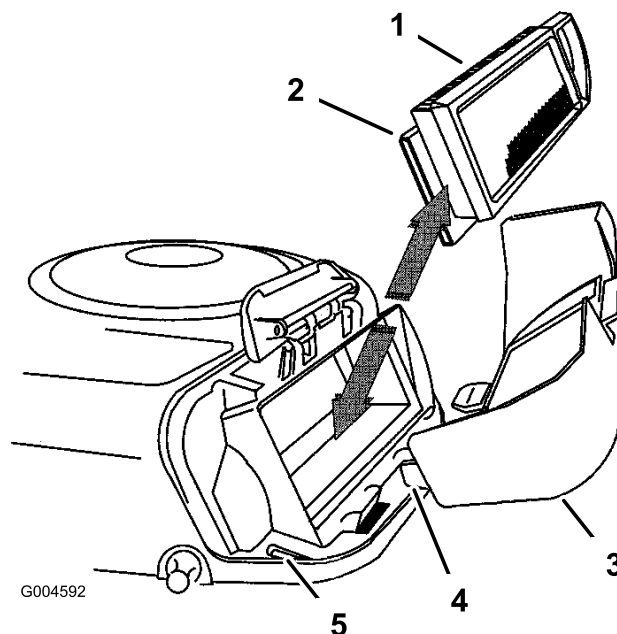

Figure 24
3. Accrochez la poignée sur le couvercle et appuyez dessus pour verrouiller le couvercle en place (Figure 24).